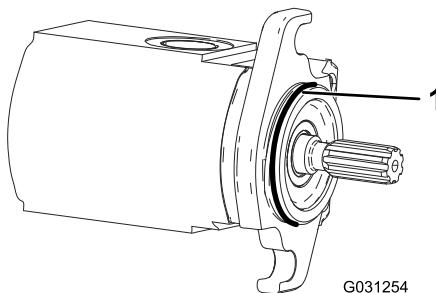

Figura 5
- Engrase la chapa lateral hasta que salga el exceso de grasa del orificio (Figura 5).